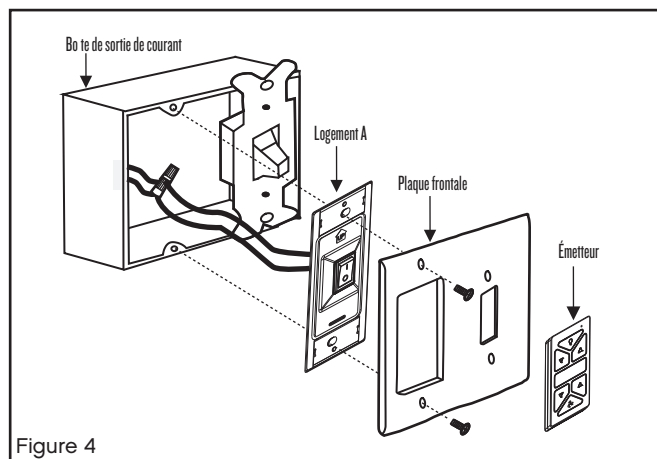

Figure 4
- 2 Connectez les fils noirs de l'interrupteur du berceau A aux fils noirs du boîtier de l'interrupteur. Fil d'entrée sous tension vers l'un des fils de l'interrupteur du socle. Le fil d'alimentation du ventilateur est connecté au fil restant de l'interrupteur. (Fig. 4)
Un débit d'air ASCENDANT déplace l'air chaud du plafond, comme illustré dans la Figure 4. Ce mode permet d'utiliser un réglage de chauffage plus faible sans nuire au confort.